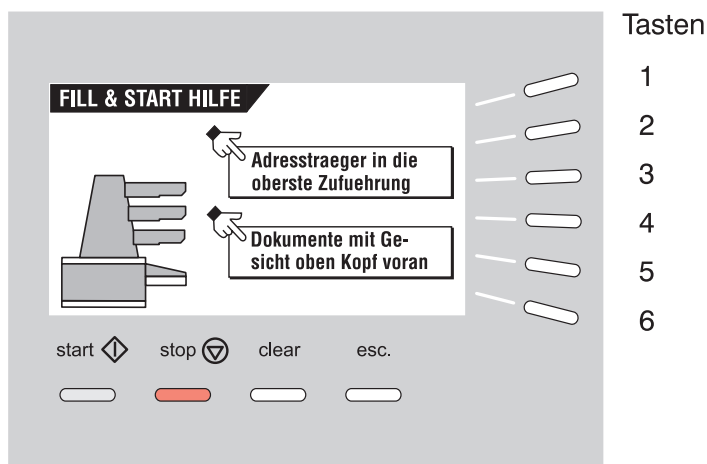

Abb. 29
- FILL & START HILFE (Taste 1). Der Bildschirm ist in Abb. 29 wiedergegeben. Er gibt Anregung für die Benutzung von Fill & Start.